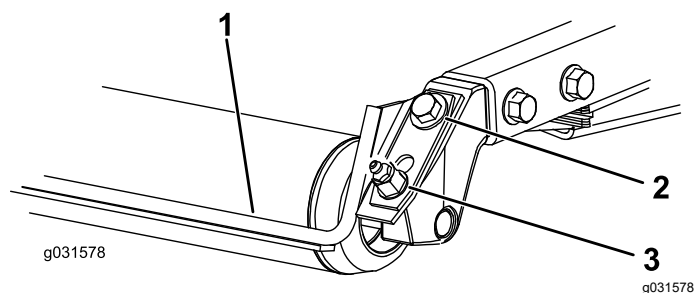

Figure 8
1. Desserrez le graisseur et la vis de fixation (Figure 8).